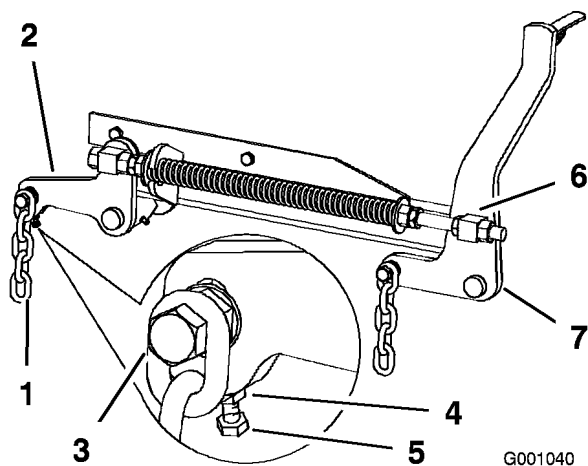

Figure 72
7. Si la distance mesurée au point **B** ou **C** n'est pas correcte, desserrez le boulon de fixation de la chaîne arrière au bras de support arrière (Figure 72).
8. Desserrez l'écrou de blocage sous le bras de support arrière et agissez sur le boulon de réglage de manière à obtenir une distance de 79 à 83 mm (Figure 72).
7. Desserrez d'environ 13 mm les écrous de blocage à l'avant des pivots avant gauche et droit (Figure 72).
8. Réglez les écrous de relevage sur les côtés gauche et droit de la machine de manière à abaisser l'avant de 6 à 10 mm au point **A** par rapport au point **B** à l'arrière (Figure 72).